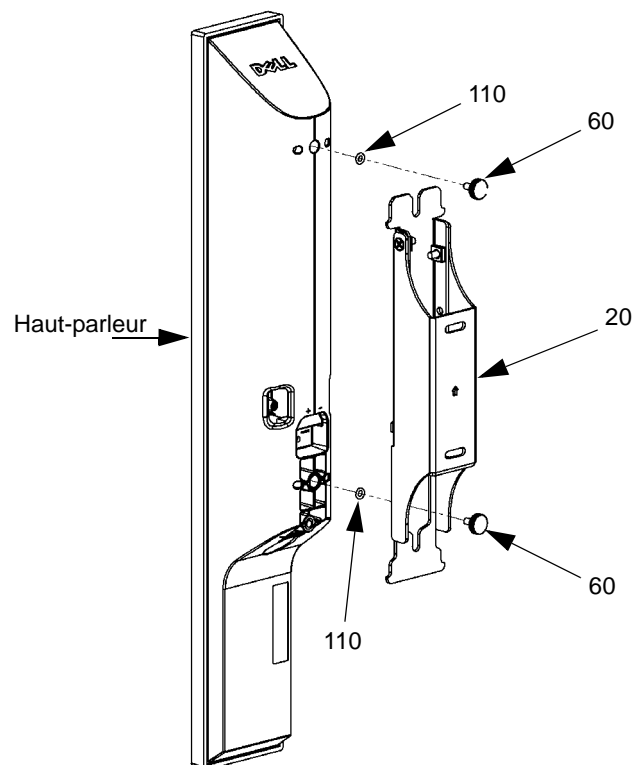

Figure 14. Installer le haut-parleur avec deux vis à tête moletée
1. Installez les deux vis à tête moletée (50) et les deux joints toriques (110) dans les trous filetés sur le haut-parleur. A ce niveau, ne serrez pas les vis à tête moletée. (Voir la Figure 14).